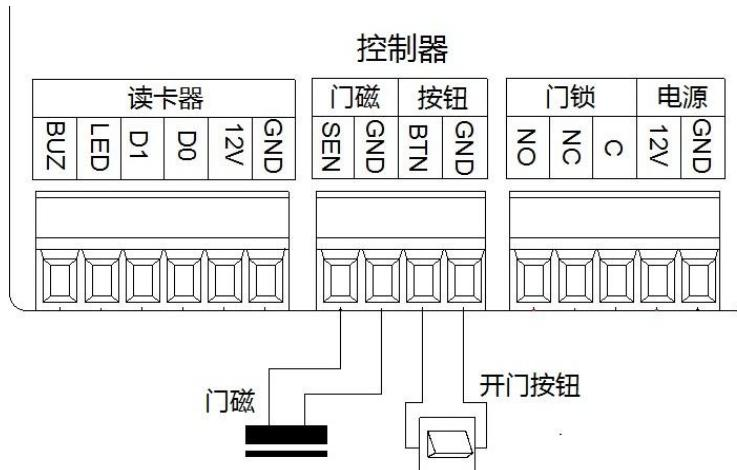

图 5：门磁、开门按钮接线示意图
**门磁：**门磁开关是用于监测门开关状态的一种设备。门磁的功能可以简单地比作一个按钮或一个开关。门磁由二部分组成，当这两部分合在一起时，这两个部分在电性能上是导通的，当门磁的二部分分开时，这两个部分在电性能上是断开的。门磁通常一部分固定在门上，另外一部分固定在门框上，当门进行开关时，控制器通过监测门磁的导通与断开状态，则可判断门的开或关状态。控制器上 SEN-GND 为门磁接口，控制器门磁的接线见图 5。
**按钮：**控制器上 BTN-GND 为按钮输入接口，出门按钮采用“点触式”按钮，“点触式”按钮按下去后，松开能自动弹起来，控制器按钮接线见图 5。